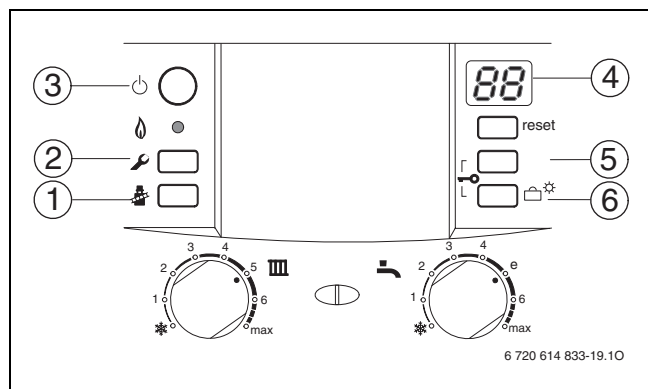

Fig. 63 Overzicht bedieningselementen
- ▶ Toets (5) of toets (6) (→ fig. 63) zo vaak indrukken tot de gewenste servicefunctie wordt getoond.
- ▶ Toets (5) en toets (6) (→ fig. 63) tegelijkertijd 3 sec. indrukken en ingedrukt houden (het display toont). Wanneer de toets gaat branden, deze loslaten.
- ▶ Toets (5) of toets (6) (→ fig. 63) zo vaak indrukken tot de gewenste waarde voor de servicefunctie wordt getoond.
- ▶ Toets (5) en toets (6) (→ fig. 63, blz. 44) tegelijkertijd 3 sec. indrukken en ingedrukt houden (het display toont ) tot het display een servicefunctie uit het eerste niveau toont, bijv. 1.A.
- ▶ Afdichtschroef op drukmeetnippel voor branderdruk (3) (→ blz. 49) losdraaien en buismanometer aansluiten.
- ▶ Toets (5) of toets (6) (→ fig. 63, blz. 44) zo vaak indrukken tot de gewenste branderdruk is bereikt.